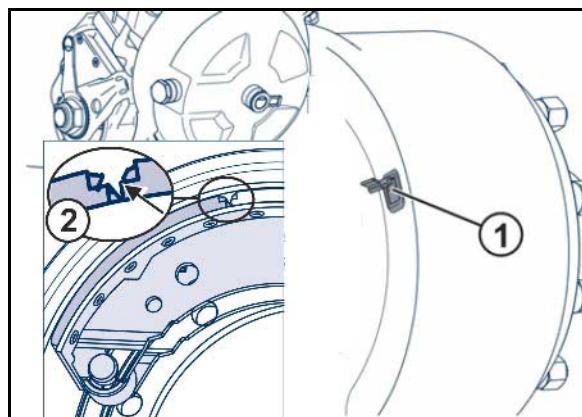

图 157
1. 将两个鱼尾板上的锁片（图 157/1）按到一起。
4. 将两个鱼尾板上的锁片（图 157/1）按到一起。